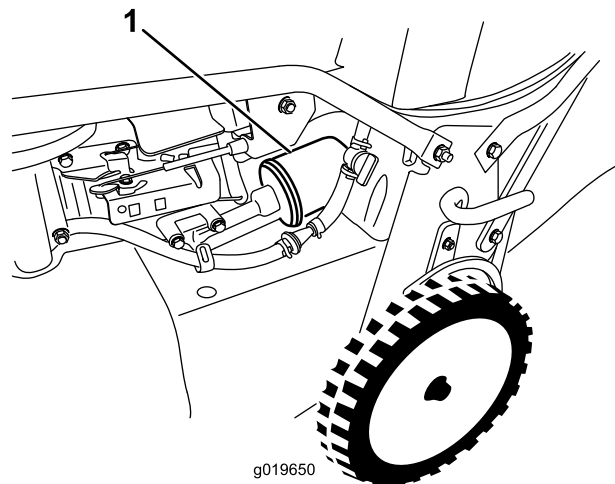

Рисунок 30
6. Снимите масляный фильтр (Рисунок 30).